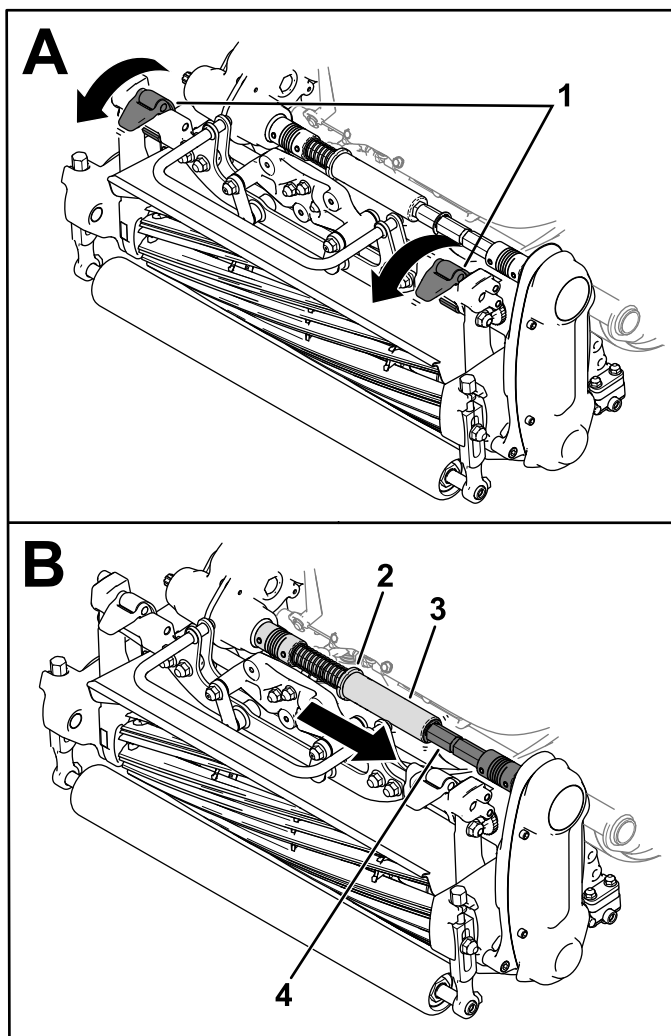

图 39
3. 向下移动悬挂门锁以将滚刀组固定到机器上图 39。
- 将环圈移出变速箱联轴器轴槽并将六角管道插入滚刀组联轴器轴图 39。